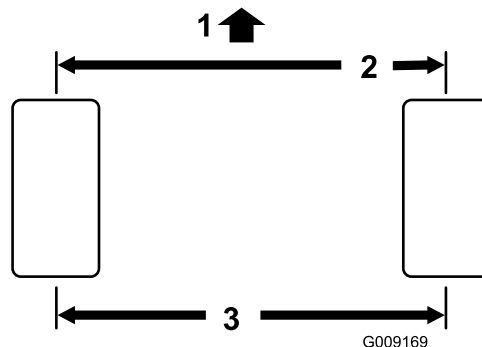

Figure 70
1. Mesurez l'entraxe (à hauteur d'essieu) à l'avant et à l'arrière des roues directrices. Le pincement à l'avant doit être inférieur de 3 mm au pincement à l'arrière (Figure 70).